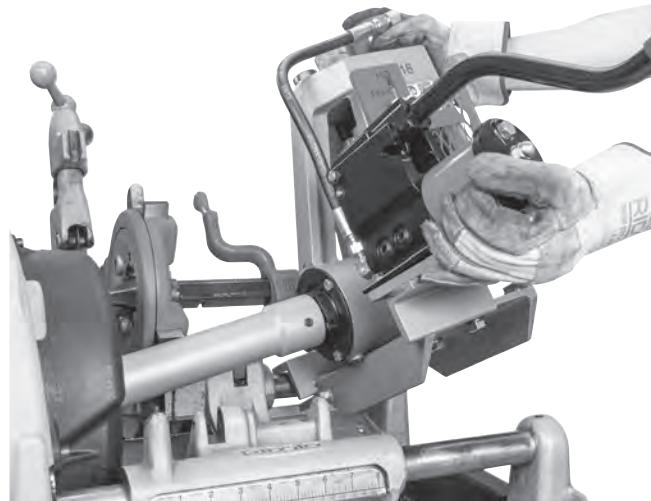

Abbildung 9 – Nutrollmaschine 918 auf dem Sockel der Gewindeschneidmaschine 535
4. Platzieren Sie den offenen Schlitz am Sockel (Stabilisator-Seite), während das Ende der Antriebsstange sich im Maschinenfutter befindet, über die hintere Schlittenschiene und senken Sie die Pumpe auf die vordere Schlittenschiene ab. Siehe Abbildung 9.